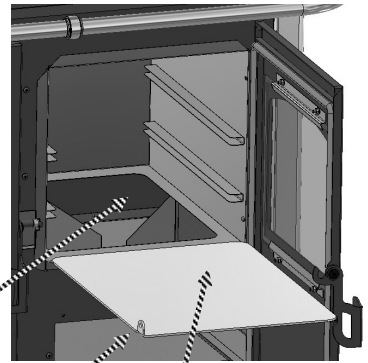

Fig. 3
Limpeza conductos gases inferior Bajo Horno (Fig.3)
- Terminadas las operaciones de limpeza, montar el equipo poniendo cuidado a sus ensamblaje y asegurarse de ejecutar una ensambladura correcta de las piezas. Atención los refuerzos sobre la tapa limpeza bajo horno tienen que dirigirse al interior Fig.3 .